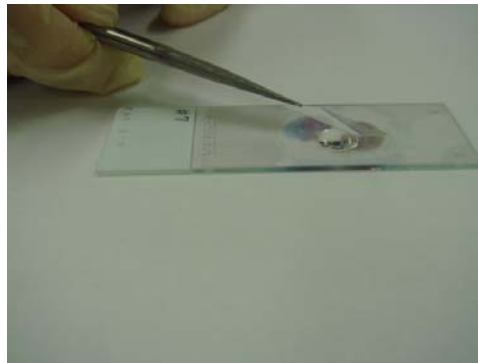

Fig.12 Mount 操作
- D. 乾いた UltraMount の上に HistoMount を垂らし、カバーガラスを空気が入らないようにのせて HistoMount 液が乾くまで放置する(Fig. 12)